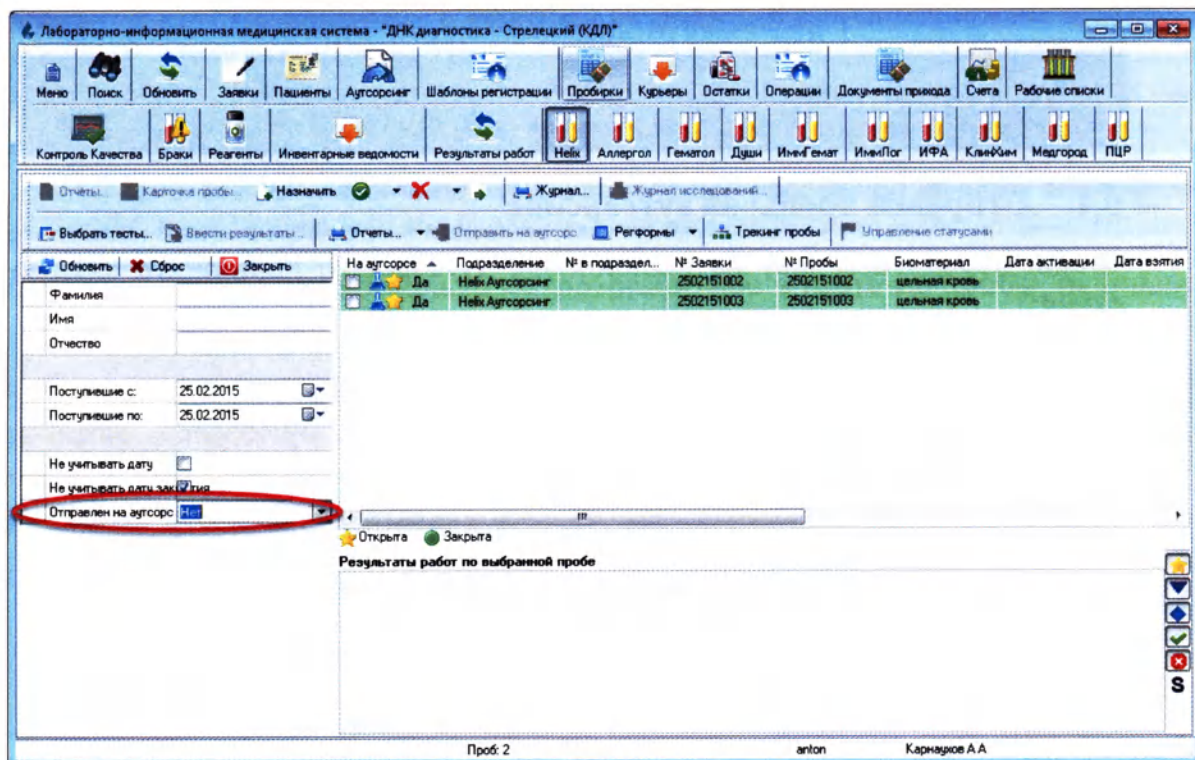

Рисунок 9.2
2. Если в домашнем журнале аутсорсера необходимо отобразить заявки, которые не были отправлены на выполнение аутсорсеру, в фильтре поиска, в строке «Отправлен на аутсорс» выберите значение «НЕТ» (Рисунок 9.2):